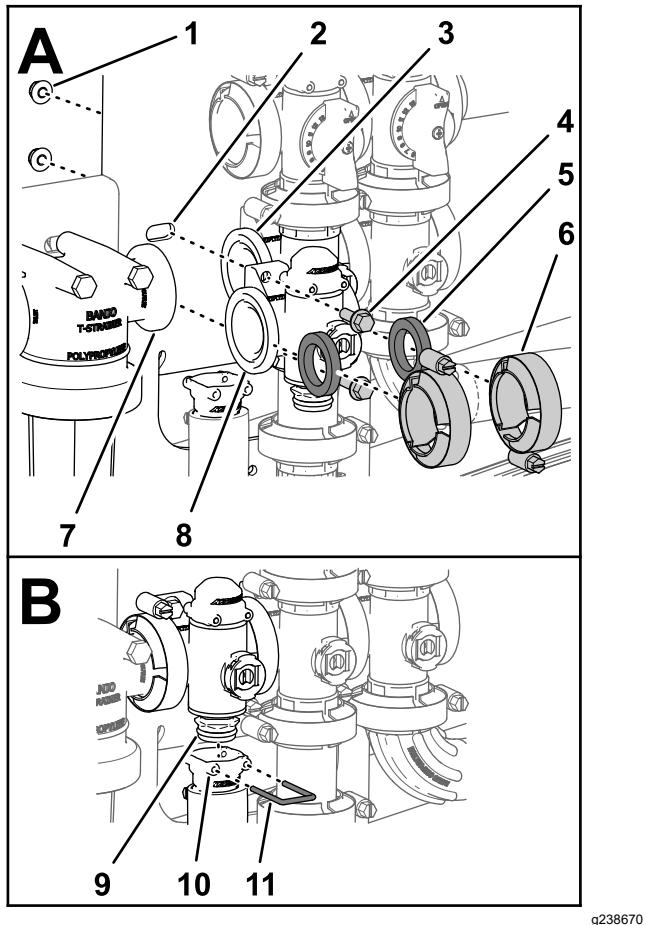

Figura 126
5. Monte a válvula de controlo de aplicação na montagem da válvula com dois parafusos de cabeça flangeada, e duas porcas flangeadas (A de Figura 126) que removeu no passo 3 de **Remoção da válvula do coletor do controlo de aplicação** (página 81) e aperte a porca e o parafuso com 10 a 12 N·m.